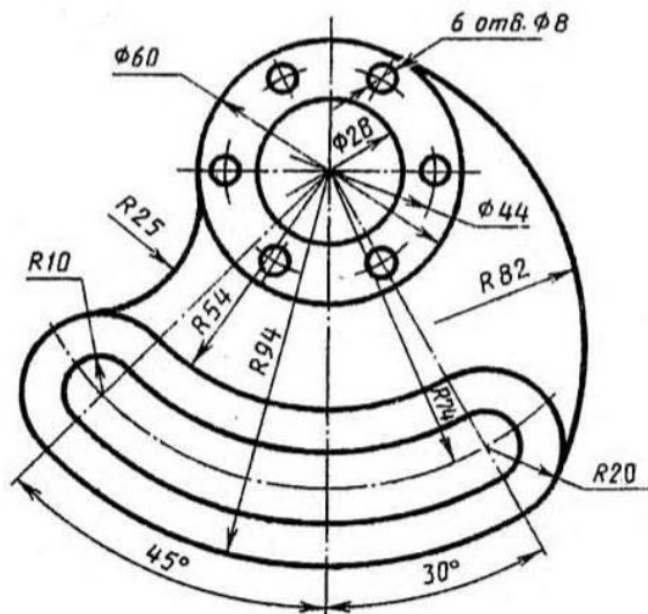

Рисунок 5 – Задание для выполнения практического занятия №5
**Методические указания:** выполнить чертеж по заданию (рисунок 5).